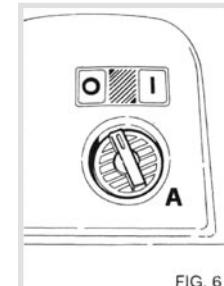

FIG. 6
- 3) Запустить установку, установив переключатель в положение I (рис. 6А)
- 2) Переведите выключатель мойки в положение «О» (рис.6А)